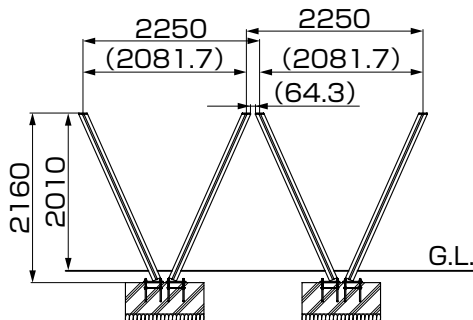

図2-4
- 柱の施工寸法が正しく出ているか確認してください。(図2-4参照)